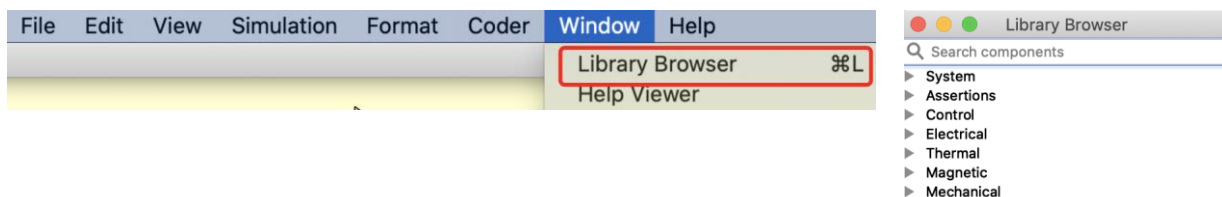

Figura 3 - Adicionar componentes ao modelo.
- 4) A ação de adicionar componentes inicia-se pela procura do componente desejado na biblioteca ("Window » *Library Browser*" conforme a Figura 3) e, por conseguinte, deve-se copiar ou arrastar o componente para o circuito.